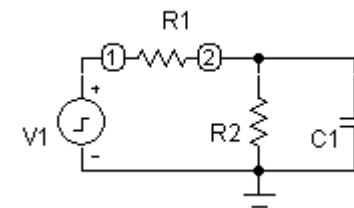

Рис. 1.18
1.8.3. В программе MicroCAP соберите схему с источником импульсного сигнала, показанную на рис. 1.18.